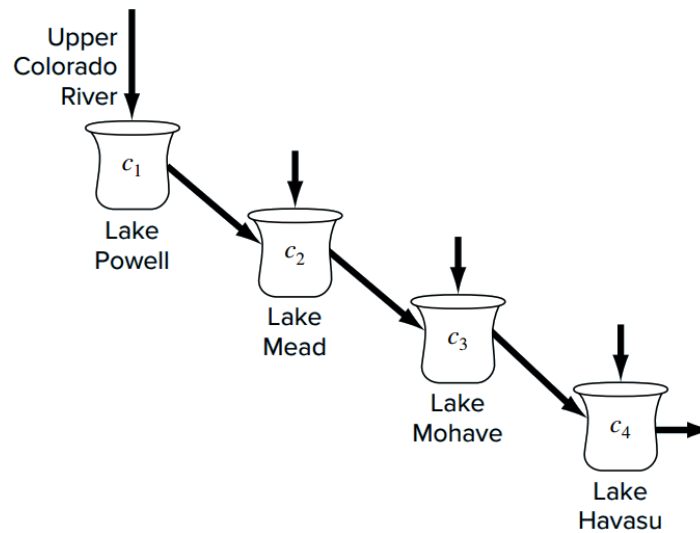

Figura 6: Parte baja del río Colorado interconectada con varios lagos
2. (50 %) La parte baja del río Colorado consiste en una serie de cuatro almacenamientos conectados como se ilustra en la figura 6.